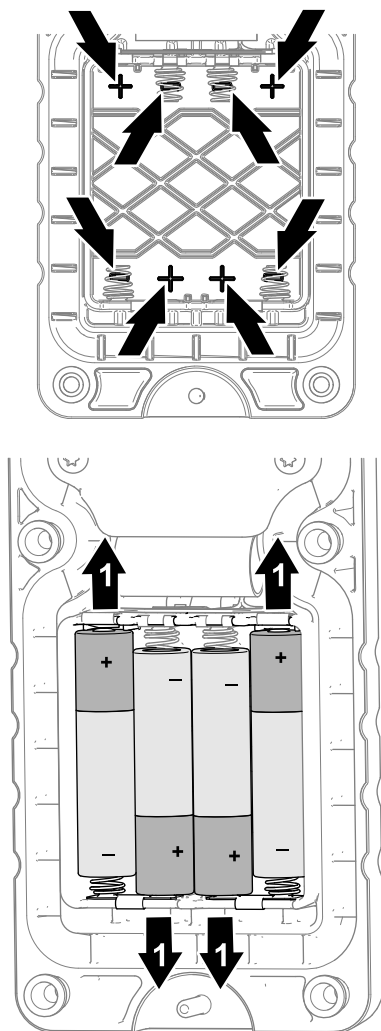

Figura 8
2. Osservando la polarità della batteria come mostrato nella Figura 8, inserite le nuove batterie nei supporti del terminale.
indicazioni della polarità appropriata (Figura 8) che sono stampate in rilievo sul vano batteria. Se montate le batterie in modo non appropriato, la macchina non subirà danni, ma il telecomando non funzionerà.